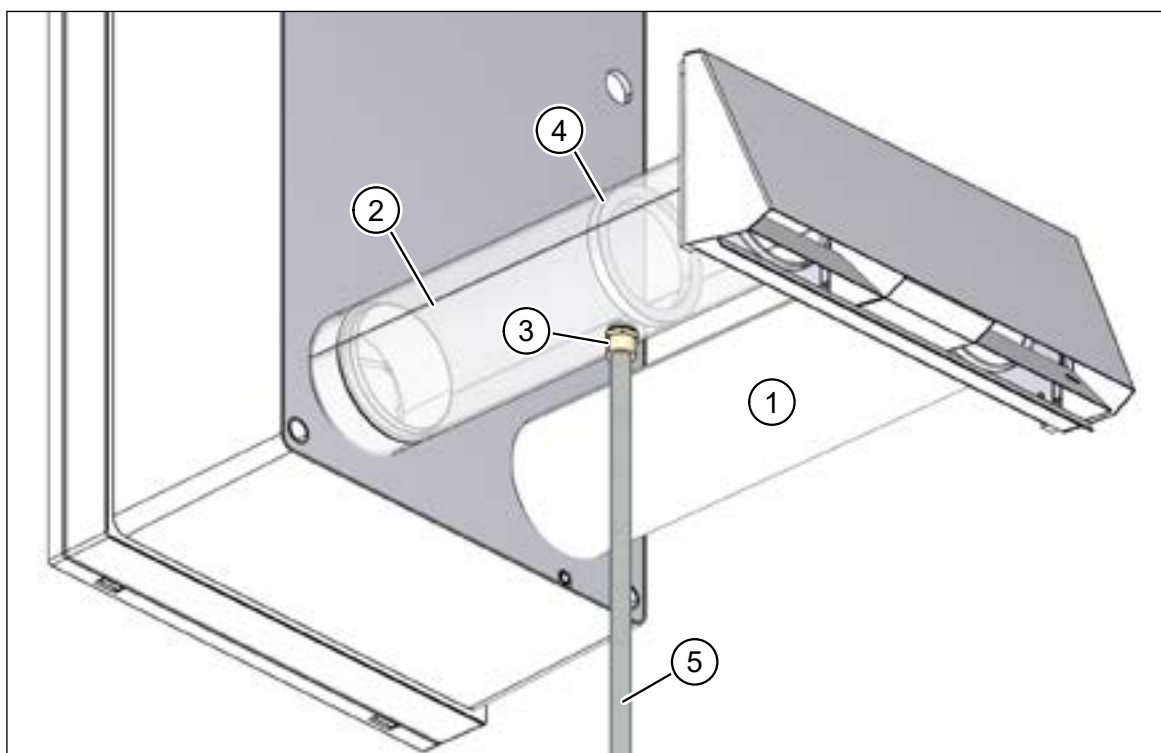

Рис. 20: отвод конденсата через трубу вытяжного воздуха
- труба приточного воздуха, DN 100, 0,5 м (поз. 1 на рис. 20)
- труба вытяжного воздуха, DN 100, 0,5 м (поз. 2 на рис. 20), с подключением элемента 1/2", с наружной резьбой, (поз. 3 на рис. 20) и барьер (поз. 4 на рис. 20) для задерживания конденсата.
- защитите трубу для отвода конденсата (поз. 5 на рис. 20) в холодных регионах от мороза, например, проложив ее за утепление фасада.